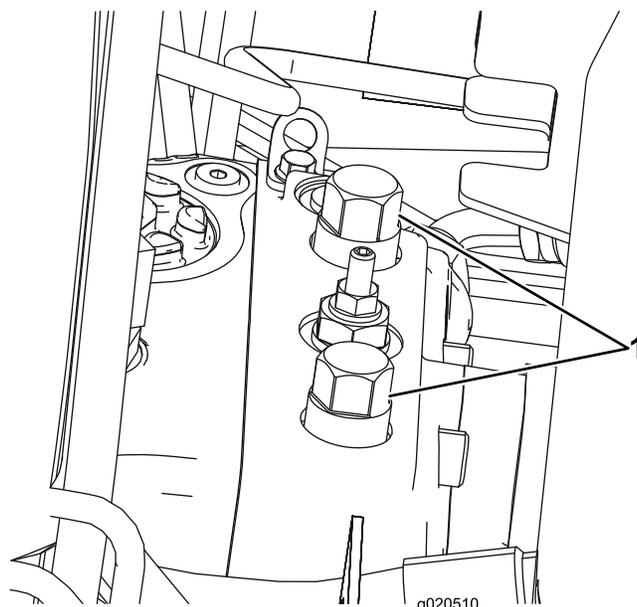

Рисунок 20
1. Откройте капот и найдите байпасные клапаны (**Рисунок 20**) сверху на насосе, позади ящиков для аккумуляторной батареи и хранения.